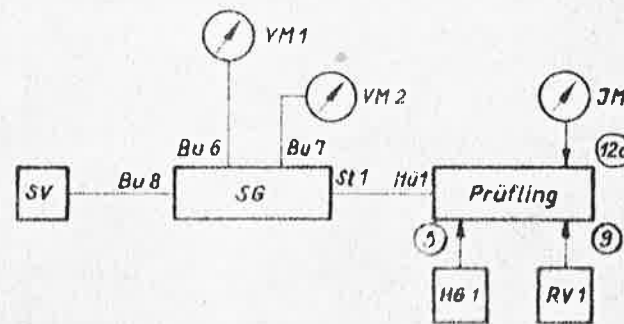

Bild 3
2. Prüfling mit der Anschlußvorrichtung SG gemäß Bild 3 verbinden. HG 1 am Meßpunkt 5 und KV 1 am Meßpunkt 9 des Prüflings anschließen.
9. Nach Prüfanordnung Bild 3 RV 1 mit Meßpunkt 4 verbinden. Ab Abgleichpunkt A 13 den Oszillator auf Amplitudenmaximum abstimmen.